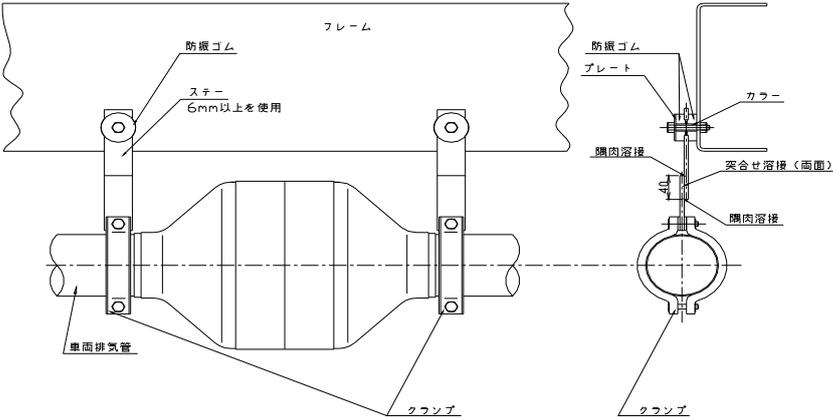

図8
A' PEX CATAの本体の吊りは、本体に対して必ず2ヶ所以上の吊りを製作して下さい。標準的な吊り方として、図8、9の方法を参考に搭載して下さい。
- ・ A' PEX CATAを搭載する場合、必ず図8に示す部品を使用すること。
- ・ ステーを溶接で継いで作る場合、図8のように重なる部分を40mm確保すること。
②標準の吊り方-2